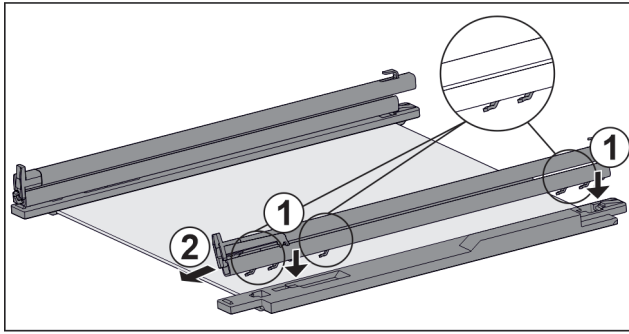

Fig. 121 Skleněná deska s kolejničkami a přídržnými díly
- ▶ Nasadte háčky kolejničky na otvory **levého** přídržného dílu. Fig. 121 (1)
- ▶ Vytáhněte kolejničku dopředu. Fig. 121 (2)
- ▶ Nasadte háčky kolejničky na otvory **pravého** přídržného dílu. Fig. 121 (1)